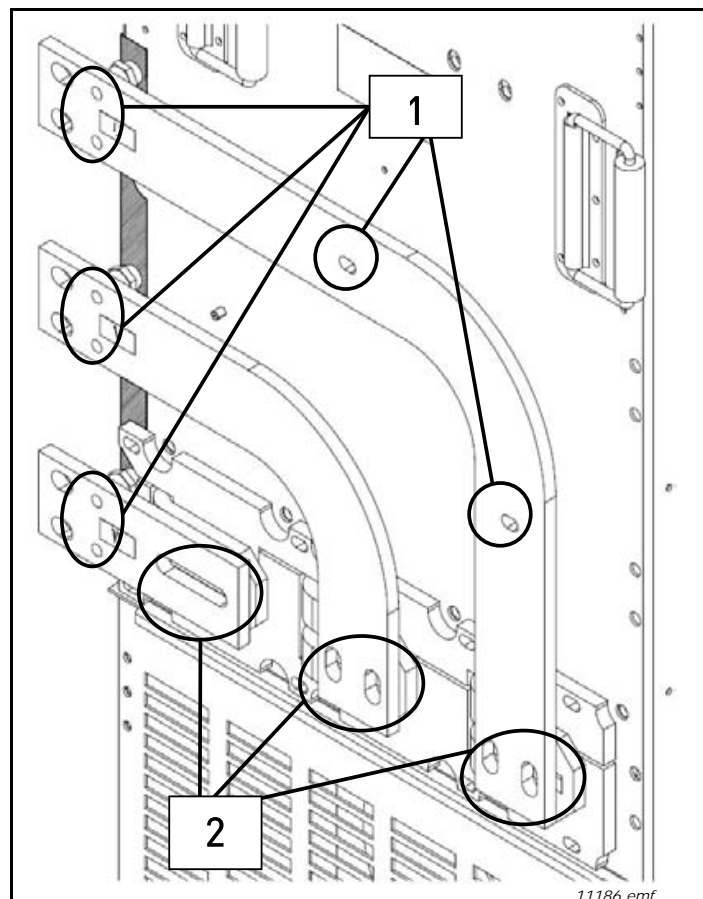

Abbildung 27. Anschluss linke Seite
5. Setzen Sie die Sammelschienen wie in Abbildung 27 gezeigt an.
6. Montieren Sie die in Abbildung 27 mit 2 nummerierten Befestigungen.
7. Montieren Sie die in Abbildung 27 mit 1 nummerierten Befestigungen.